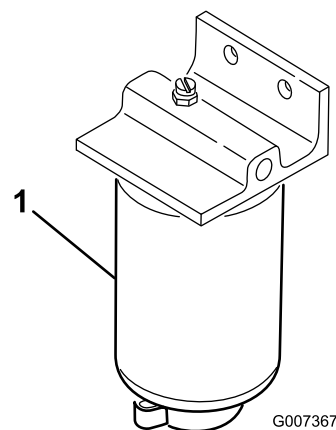

Figura 59
1. Coloque um recipiente limpo debaixo do filtro de combustível(Figura 59).